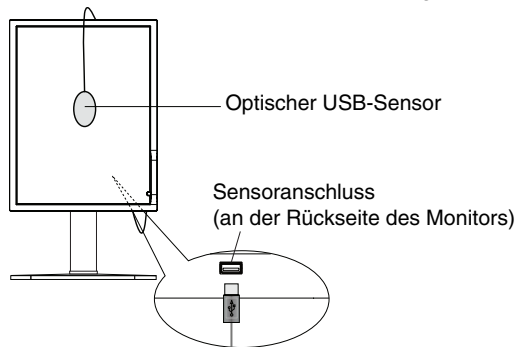

Abbildung S.1
1. Um das Menü KALIBRIERUNG anzuzeigen, schließen Sie den optischen USB-Sensor am Sensoranschluss an (**Abbildung S.1**), oder wählen Sie im erweiterten Menü die Option EIGENSTÄNDIGE KALIBRIERUNG aus (Seite 20).
6. Sie werden aufgefordert, den optischen USB-Sensor in der Mitte des Bildschirms zu platzieren (**Abbildung S.4**). Neigen Sie den Monitor um etwa 5 Grad nach hinten, und platzieren Sie den optischen USB-Sensor in der Mitte des Bildschirms (**Abbildung S.1**).